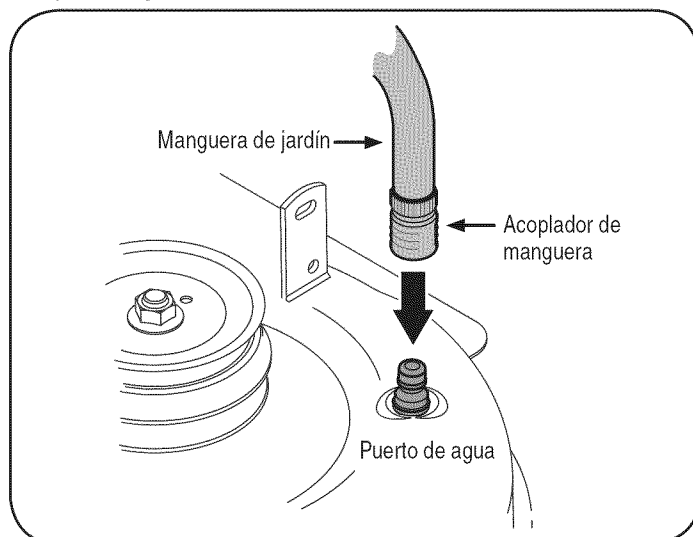

Figura 18
1. Enrosque el acople de manguera al extremo de la manguera de jardín. Figura 18.
2. Una el acople de la manguera al puerto de agua que se encuentra en la superficie de la plataforma, Figura 18.